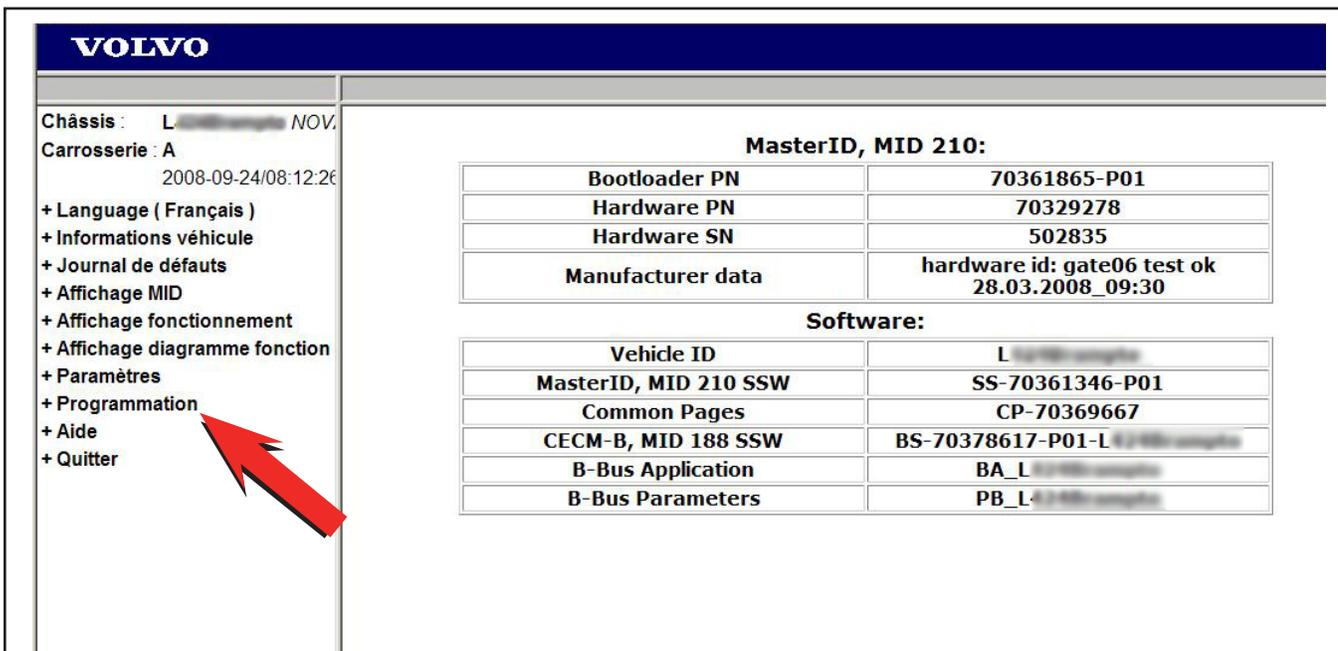

Figure 10 - Page d'accueil Serveur de bord de Volvo Bus
- c. La page d'accueil du serveur de bord de Volvo Bus apparaît, confirmant que le master ID est connecté. Dans la fenêtre à la gauche de l'écran se trouve un menu comprenant la commande **PROGRAMMATION**. Cliquer sur la commande **PROGRAMMATION**. Voir Figure 10.